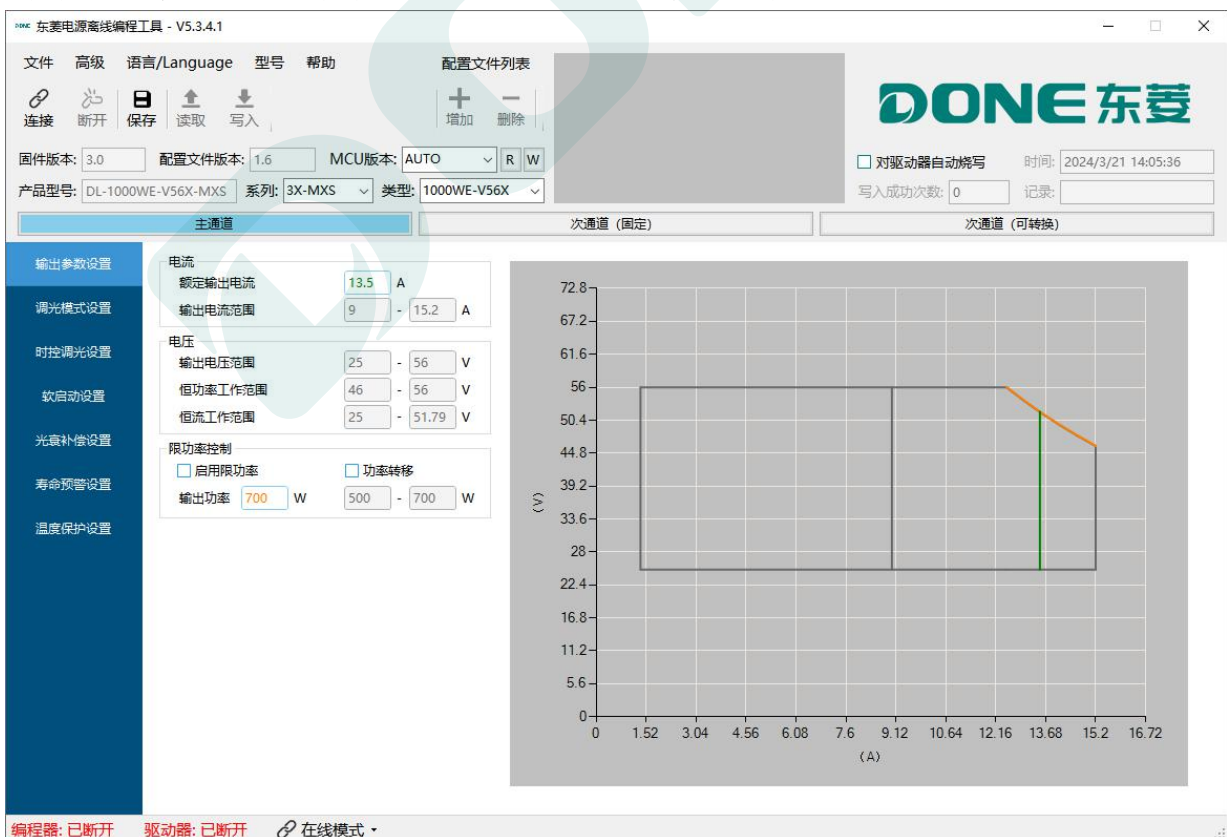

图 5.1.3 三通道离线编程界面
2. 选中“三通道离线编程”进入编程界面，如图 5.1.3 所示。系统默认选中主通道，其余条通道为次通道（固定）和次通道（可转换），可通过界面上的按钮切换至对应通道。